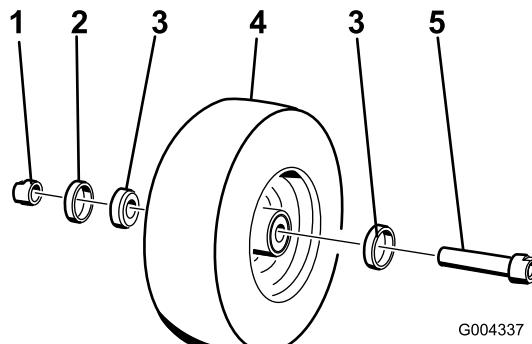

Figura 28
- Retire **una** de las tuercas espaciadoras (con segmentos planos para llave inglesa) del eje (Figura 28).
- Retire el eje **sin** retirar la otra tuerca espaciadora (Figura 28).
- Introduzca el cojinete y una junta nueva en la rueda (Figura 28).
12. Instale el conjunto de tuerca y eje en la rueda, en el lado que lleva el cojinete y la junta nueva (Figura 28).
14. Instale el segundo cojinete y una junta nueva en la rueda (Figura 28).